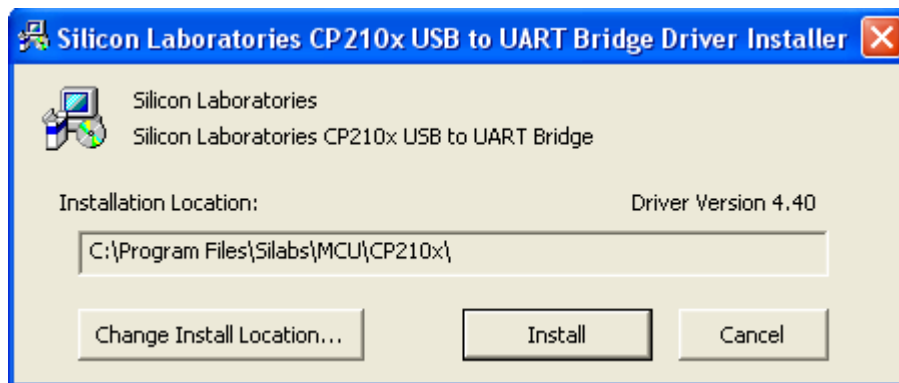

Figura 1-4
11. Se invece occorre un nuovo driver, apparirà la finestra seguente (figura 1-4): cliccate su "Install".